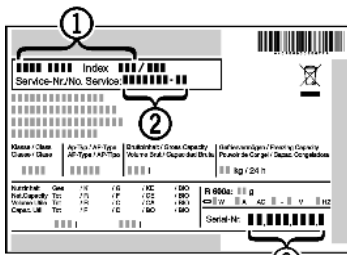

Fig. 11
- ▶ Наименование устройства *Fig. 11 (1)*, сервисный № *Fig. 11 (2)* и серийный № *Fig. 11 (3)* считайте с заводской таблички. Заводская табличка находится внутри устройства слева.
- ▶ Обратитесь в сервисную службу и сообщите вид неисправности, наименование устройства *Fig. 11 (1)*, сервисный № *Fig. 11 (2)* и серийный № *Fig. 11 (3)*.